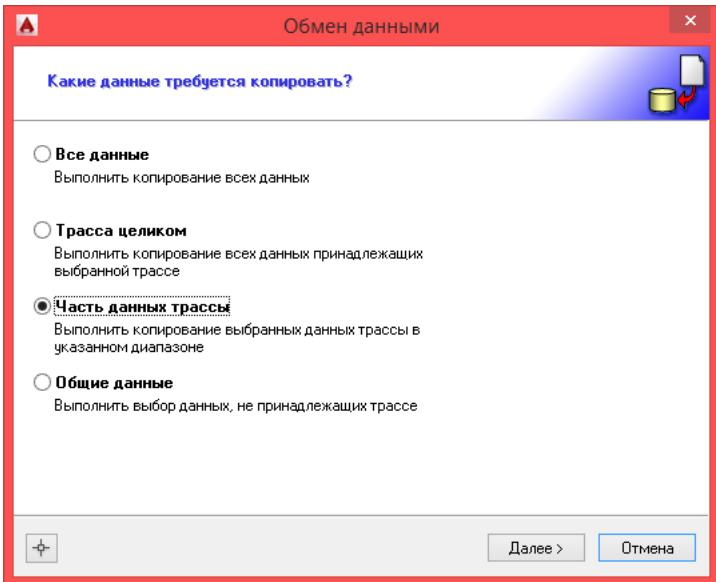

Рис. 13 Обмен данными - выбор данных
**Примечание.** Если длина трассы была изменена, необходимо выбрать режим копирования Часть трассы (см. рис. 13) и включить флагок Обновить диапазон чертежа. В результате чертеж профиля будет перерисован с учетом «новой» длины трассы.